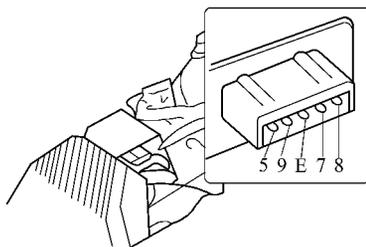

图 5 - 90 检查空气流量计电阻值
(8) 检查空气流量计 如图 5 - 90 所示,其电阻值应符合表 5 - 6 所列数值。若电阻值不符合要求,表明空气流量计不良,应予以更换。